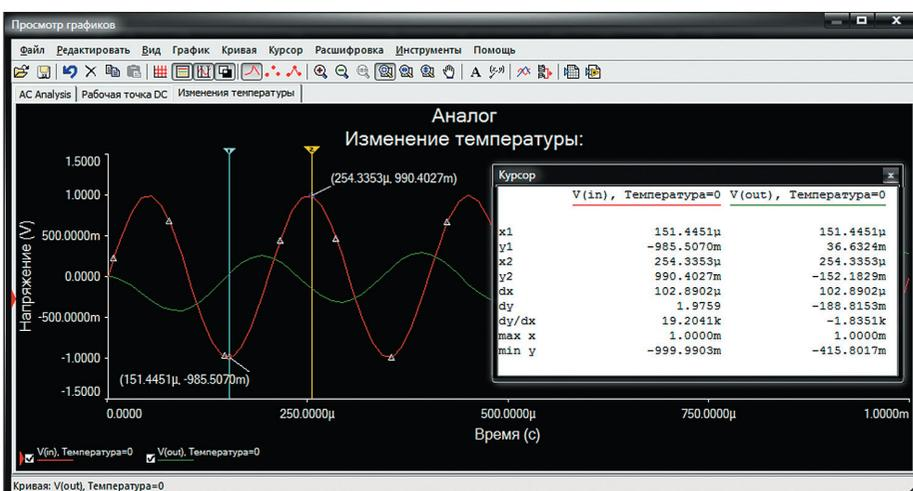

Рис. 11. Вывод на экран координат пересечения курсора с активной кривой
- «Добавить данные к курсору» — вывод на экран координат пересечения курсора с активной кривой (рис. 11).